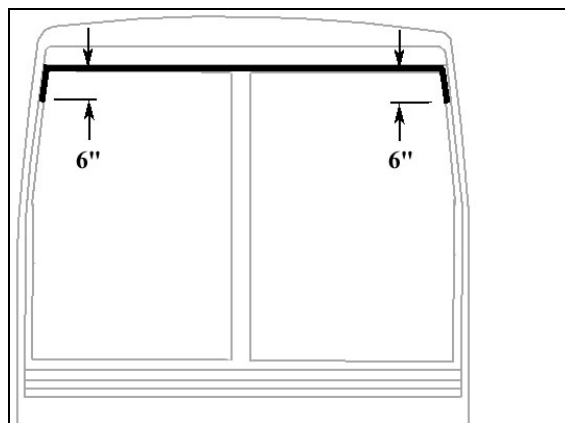

FIGURE 20 : APPLICATION DE SIKA 221 NOIR
- Appliquer du Sika 221 noir (Figure 20) entre la fibre de verre et la pièce extrudée en caoutchouc.